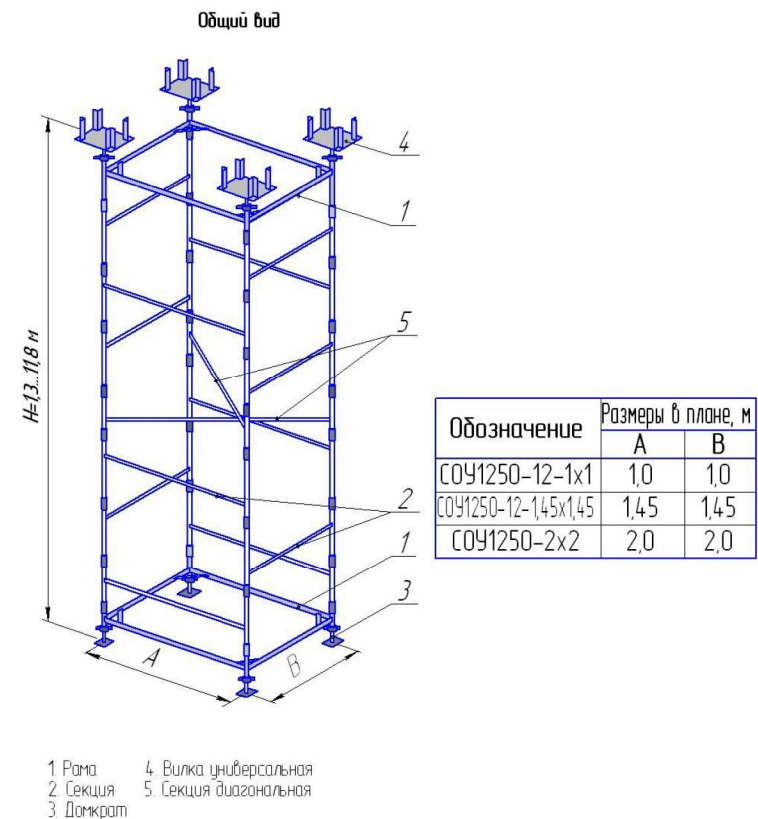

Рис. 1
- 4.1. Установить раму 1 на домкраты винтовые 3 (рис. 1).
3.1. Общий вид стойки приведен на рис. 1.